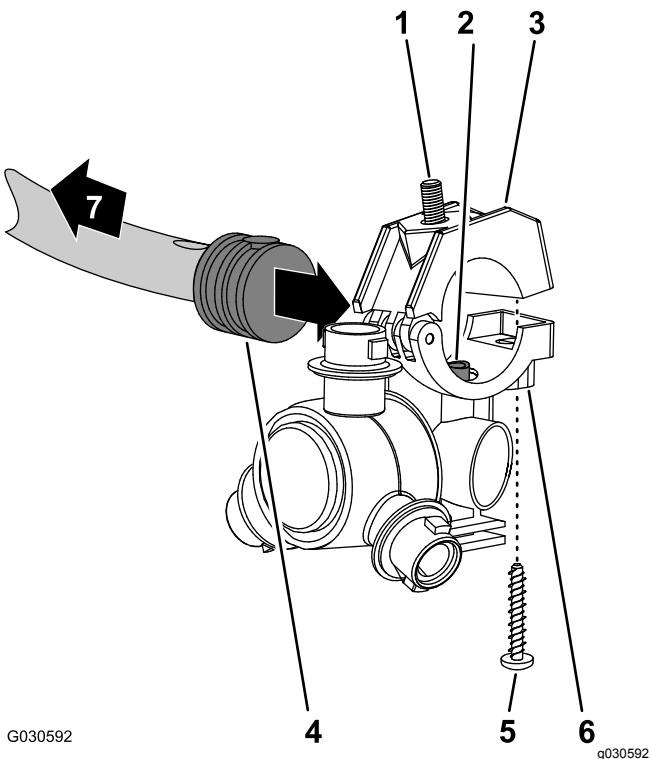
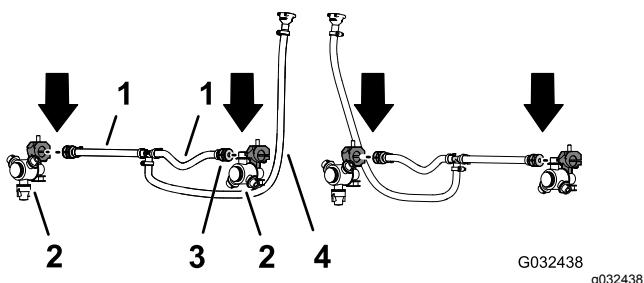

图57
图58
2. 使用 GeoLink 喷洒系统完成套件中的 2 个喷嘴拆下将夹具上半部分固定至鞍座的不锈钢螺丝图57。
3. 在中间喷洒段软管子总成喷洒阀 5 或 6 图57 和 图58 中 25cm 软管的一端找到单宝塔软管柄一侧的孔。
4. 将喷嘴鞍座中的转接管 图57 与单宝塔软管柄 ½ 英寸一侧中的孔对齐。
5. 闭合夹具上半部分将宝塔软管柄夹在其中然后使用不锈钢螺丝#12 x 1¼ 英寸将夹具上半部分与喷嘴主体 图57 固定到一起上紧不锈钢螺丝扭矩至 14~18N·m。
6. 使用在 拆卸喷嘴 \(页码 21\) 的步骤 1 和 2 中卸下的喷嘴、六角头螺栓及不锈钢螺丝对另一软管 25cm 管端的单宝塔软管柄 图57 和 图58 重复步骤 3 至 5。
7. 使用在 拆卸喷嘴 \(页码 21\) 的步骤 4 中卸下的 2 个喷嘴对中间喷洒段另一软管子总成喷洒阀 5 或 6 的单宝塔软管柄重复步骤 3 至 5 图57 和 图58。